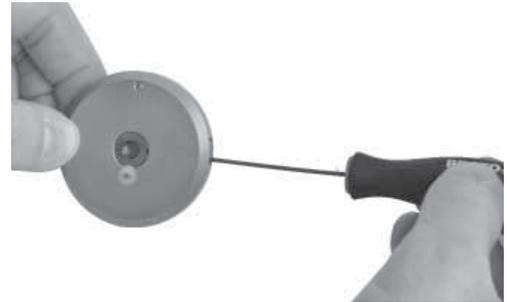

図5：パック止めネジを固定する
3. 0.050 インチ・サイズの六角レンチを使用して止めネジをまわし、ダイ・アセンブリーを所定の位置に固定します。ダイがパック内で若干動くことを確認します (図5)。